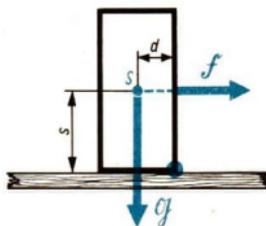

Bild 136/1 Untersuchung der Standfestigkeit an einem Quader
**V** Zum Untersuchen der Standfestigkeit wird bei einem Quader der Betrag der Kippkraft durch Anbringen einer Federwaage in Höhe des Schwerpunkts  $S$  bestimmt (Bild 136/1).